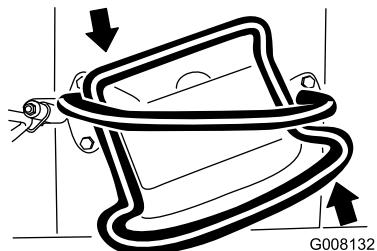

Bild 12
- Drehen Sie den Fahrantriebshebel nach links, um nach links zu fahren (Bild 12).